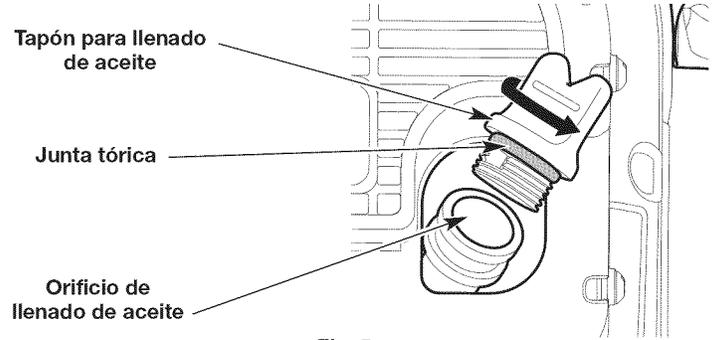

Fig. 5
2. Desenrosque el tapón de llenado de aceite (Fig. 5).
3. Vierta todo el contenido del recipiente dentro del orificio de llenado de aceite (Fig. 5). **NO** llene el depósito en exceso. Consulte *Control del nivel de aceite*.
NOTA: Compruebe que la junta tórica esté en su lugar en el tapón de llenado de aceite (Fig. 5).